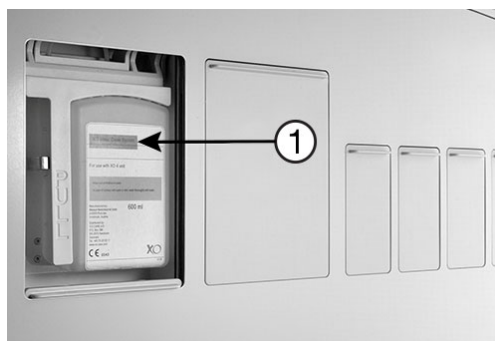

Figure 75 - Remplacement de la cartouche XO Water Clean
1. Abaisser le panneau de service de gauche - voir Figure 75.